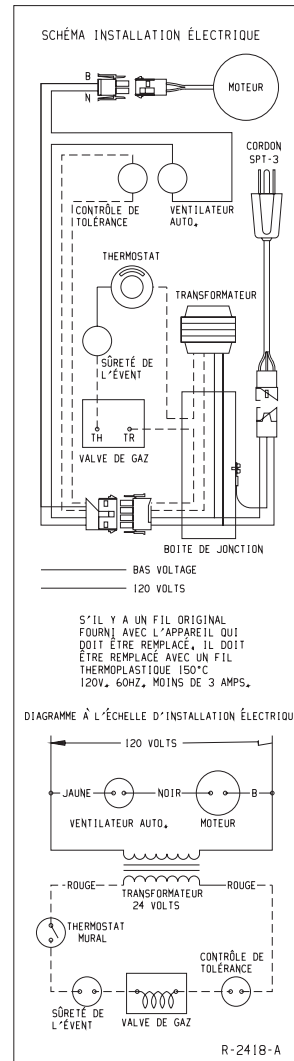

Figure 10
3. Pour vérifier le voltage dans la ligne au radiateur, enlever le panneau de devant en bas et le couvercle du compartiment d'interrupteur et court-circuiter deux bornes du contrôle du ventilateur pour permettre au ventilateur de fonctionner. (Figure 10)